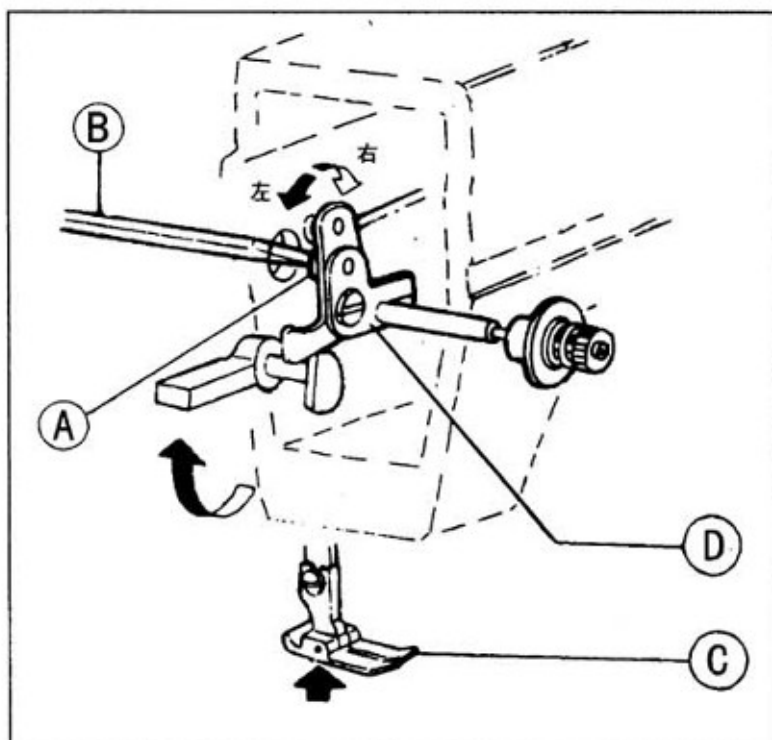

图 29
20. 送布牙与机针同步调节(图 29, 30, 31)
21. 松线器挺线调节(图 29)